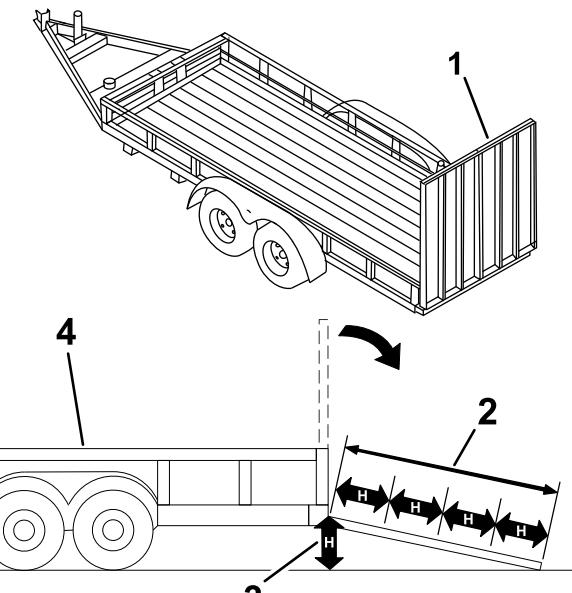

Figure 28
3. Abaissez la rampe (Figure 28).